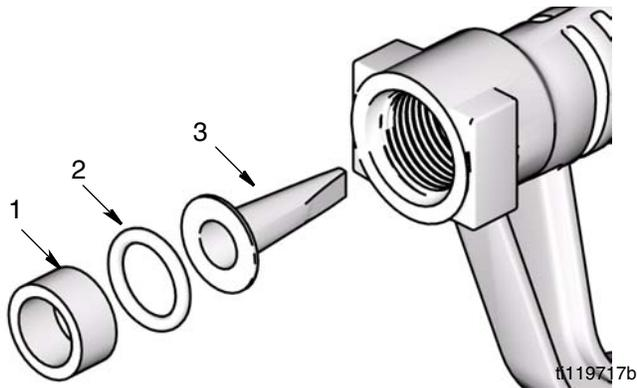

FIG. 3
1. Instale el filtro (3), una nueva junta o-ring (2) y un nuevo espaciador (1) en el medidor en el orden que se indica en la FIG. 3.